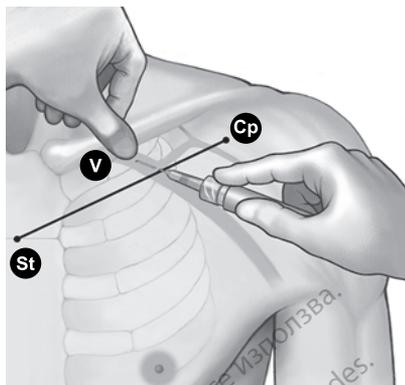

Abbildung 5. Platzierung des Daumens und Einstichstelle der Nadel
4. Drücken Sie den Daumen gegen den Zeigefinger und zielen Sie 1-2 Zentimeter unterhalb der Clavicula, um den Musculus subclavius vor der Nadel zu schützen. (Wenn eine Hypertrophie des Musculus pectoralis erkennbar ist, sollte der Daumen auf einen Punkt ca. 2 Zentimeter unterhalb der Clavicula zeigen, da der Musculus subclavius ebenfalls hypertrophiert sein könnte) (Abbildung 5 Platzierung des Daumens und Einstichstelle der Nadel auf Seite 18).